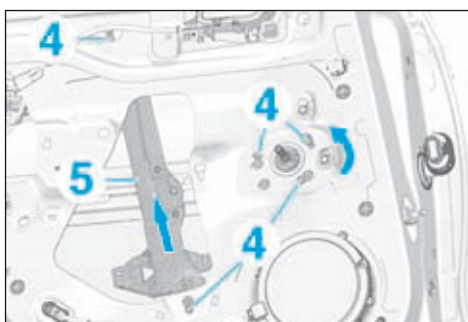

FIG.75
- Desserrer les vis (4) (Fig.75).
- Déposer le mécanisme de lève-vitre (5).